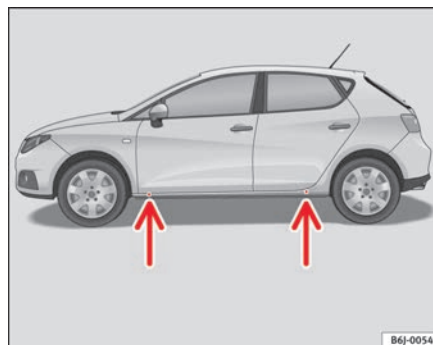

Abb. 137 Aufnahme-
- Suchen Sie den Aufnahmepunkt am Unterholm, der dem zu wechselnden Rad am nächsten liegt ⇒ Seite 221, Abb. 137.
Am Unterholm kennzeichnen jeweils vorn und hinten Eindrückungen die Stellen, an denen der Wagenheber angesetzt werden darf ⇒ Seite 221, Abb. 137. An jedem Rad ist eine Stelle für den Wagenheber vorgesehen. An anderen Stellen darf der Wagenheber nicht angesetzt werden.